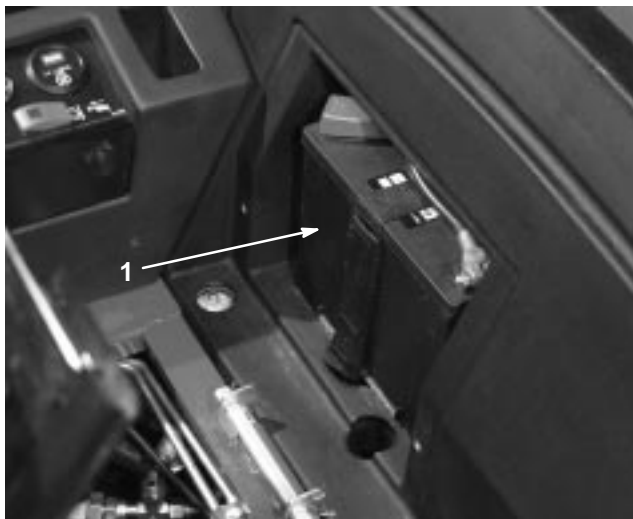

Bild 75
- Entfernen Sie die Verschlussdeckel von der Batterie (Bild 75) und füllen jede Zelle langsam mit Säure, bis sie soeben die Platten bedeckt.